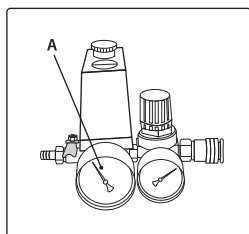
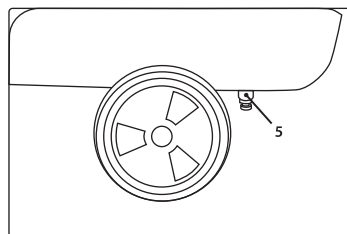

рис. 9
рис. 10
Компрессор оборудован манометром (А) (рис. 9) для контроля давления, а также клапаном для слива (удаления) конденсата (5) из ресивера (рис. 10).
При первом запуске компрессор должен проработать без нагрузки около 10 минут с полностью открытым регулятором давления выходного воздуха и клапаном слива конденсата из ресивера (рис. 10).